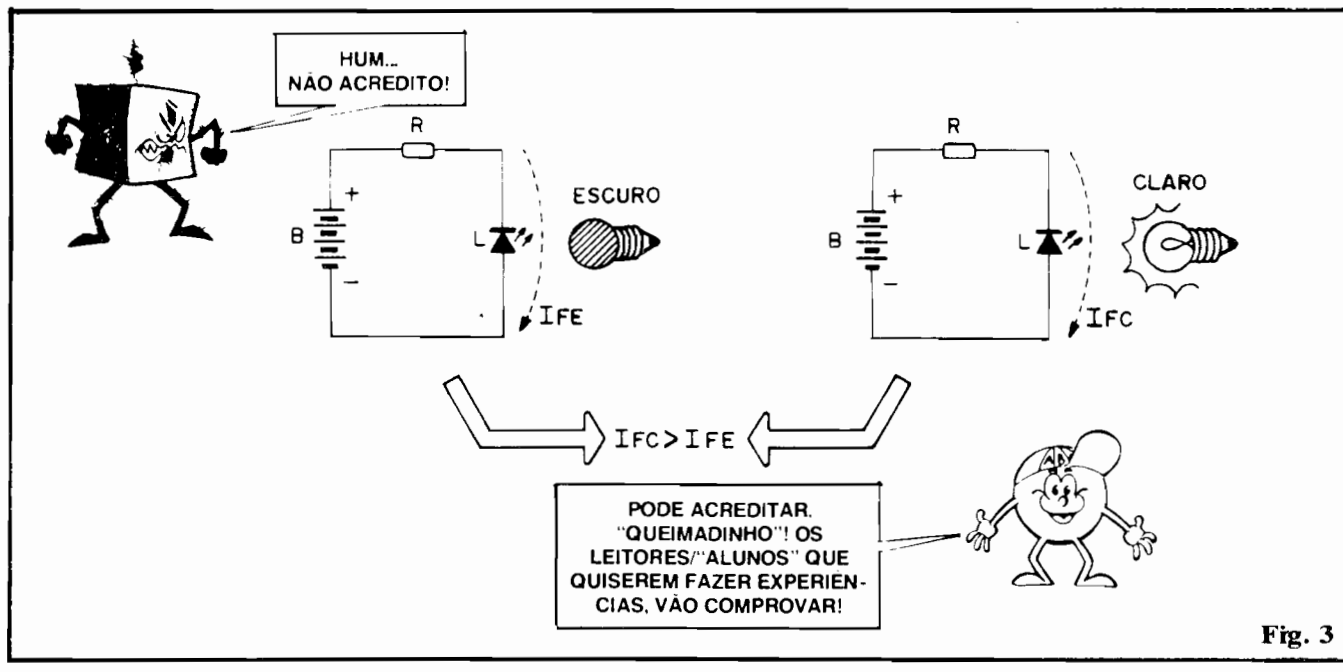

Fig. 3
- FIG. 3 - É justamente na condição proposta em 2-C que se manifesta a "sensibilidade" do LED à uma excitação por LUZ externa... Como o encapsulamento é **transparente** (e **tinha** que ser, para que a LUZ pudesse "sair" do LED, conforme a intenção básica do componente...), a LUZ proveniente do exterior pode também **penetrar** e incidir sobre a junção semicondutora PN... Essa energia (proporcionada pela LUZ vinda de fora...) diminui, um "tiquinho", as dificuldades que a Corrente encontra, naturalmente, para "vencer" a polarização inversa da junção e, com isso, permite um nítido (ainda que muito pequeno)